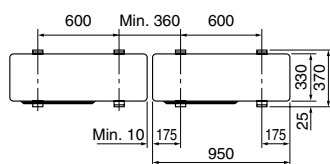

Fig. 3-1
- * Se till att enheten monteras på ett stabilt och jämnt underlag för att förhindra skallrande ljud under pågående drift. (Fig. 3-1)